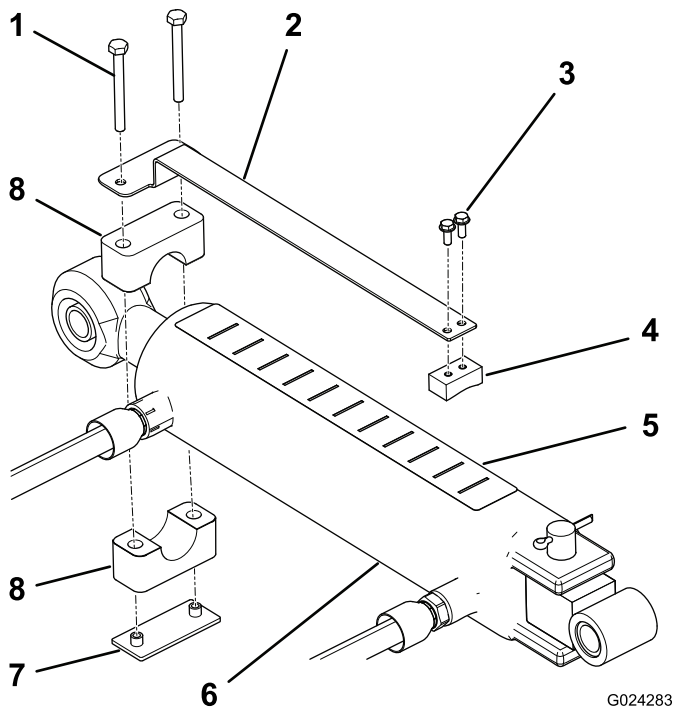

Figura 8
- Monte el indicador de profundidad en el lado plano del tope deslizante con dos tornillos (Nº 10 x 1/2"), colocando los componentes según se muestra en la Figura 8.
- Usando la abrazadera, la placa y 2 tornillos (1/4" x 2-1/2"), monte provisionalmente el indicador de profundidad en el extremo de la varilla del cilindro del brazo de enganche superior (Figura 8). Asegúrese de que las abrazaderas tienen suficiente holgura para poderlas girar a la posición deseada.
- Pegue la pegatina de profundidad en la parte superior del cilindro en un lugar que esté a la vista del operador, donde no interfiera con las mangueras hidráulicas u otros obstáculos (Figura 8). El extremo de la pegatina que lleva la letra "J" debe estar orientado hacia el aireador.